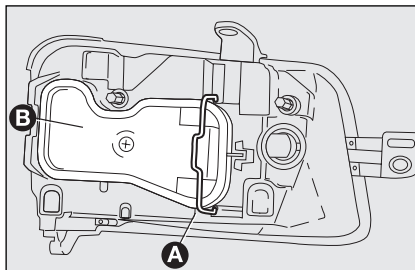

fig. 21
- décrocher le ressort de fixation **A-fig. 21** et enlever le couvercle **B**;
décrocher le ressort de fixation **A**-fig. 21 et enlever le couvercle **B**;